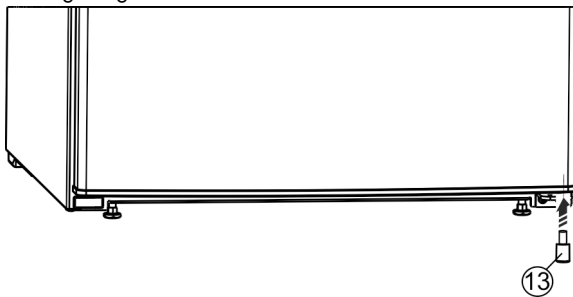

Fig. 22*
- Das Distanzteil Fig. 22 (13) wieder rechts unten in die Tür einsetzen, weil es wichtig für die Standfestigkeit des Geräts ist.*